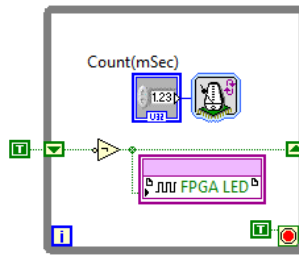

Fig. 45 Programación final.
6. En la Fig.45 puede observar la programación final de todo el programa.